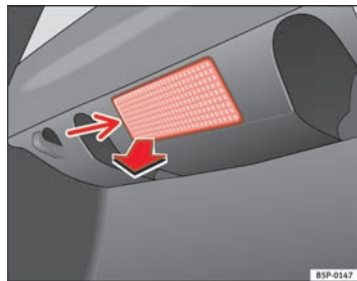

Fig. 175 Éclairage du coffre à bagages
- Retirez la tulipe en faisant pression sur le rebord de la partie inférieure de celle-ci -flèche- à l'aide d'un tournevis plat ⇒ fig. 175.